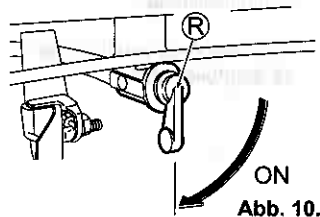

Abb. 10.
2 Stellen Sie den Kraftstoffhahn (R) auf "ON" (EIN). (Siehe Abb. 10.)